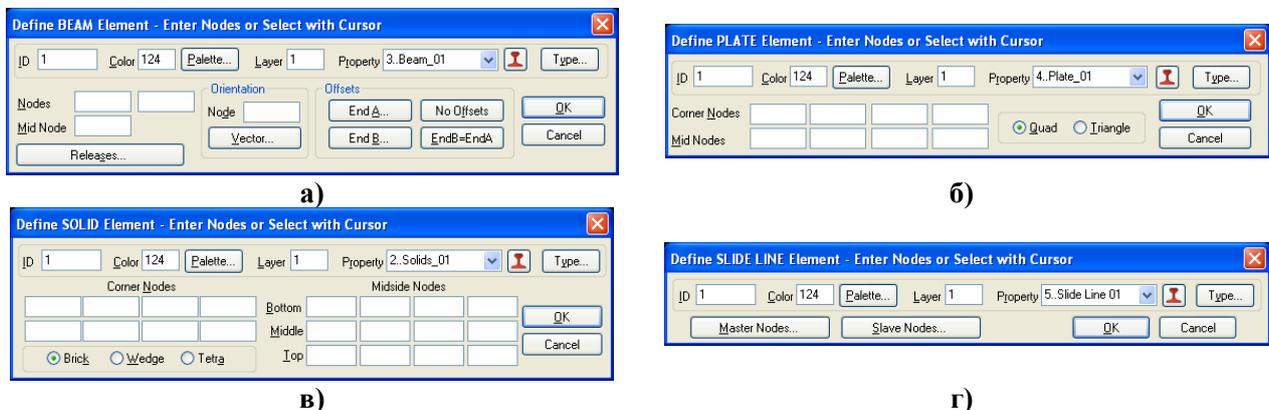

Рис.3.18. Характерный вид диалоговых панелей для создания КЭ на основе узлов
Отдельные КЭ на основе полного набора узлов (или точек) можно создать с помощью команды **Model**→**Element...** Появляется диалоговая панель с характерным началом названия „**Define ...**”. Ее вид соответствует типу КЭ (см. рис.3.18), который можно изменить (кнопка „**Type...**”). На панели можно:
• для одномерных КЭ типов **CURVED TUBE**, **BAR**, **BEAM**, **CURVED BEAM** и **GAP** в секции „**Orientation**” (рис.3.18-а) ввести дополнительный узел (или вектор), определяющий его ориентацию (см. рис.П3.1 в Приложении 3);
• для одномерных КЭ типа **BEAM** и **CURVED BEAM** в секции „**Offset**” (рис.3.18-а) назначить на обоих концах расстояния (рис.П3.1 Приложения 3); кнопкой „**Releases...**” вызвать диалоговую панель „**Define Element Releases**” (рис.3.19-а), где можно запретить некоторые степени свободы узлов на концах КЭ;
• для двумерных КЭ всех типов (рис.3.18-б) и осесимметричного КЭ указать количество угловых узлов: „**Quad**” (четыре) или „**Triangle**” (три); для трехмерного (рис.3.18-в) –
- ввести номера узлов, на основе которых будет создаваться КЭ (рис.3.18), причем для всех типов КЭ, кроме случая, изображенного на рис.3.18-г, если оставить поля с номерами узлов пустыми, то после команды „OK” появится стандартный диалог выбора узлов. **Внимание:** порядок назначения номеров узлов должен соответствовать шаблону нумерации узлов в КЭ (см. Приложение 3);
- для КЭ типа **SLIDE LINE** (см. рис.3.18-г) сформировать наборы *ведущих* (кнопка „Master Node...”) и *ведомых* (кнопка „Slave Node...”) узлов, причем каждый такой набор должен иметь одинаковое количество узлов, а направление обхода – против часовой стрелки. **Внимание:** а) плоскость, в которой расположен этот (плоский) КЭ – только **XY**, поэтому, если нужно, необходимо ввести локальную систему; б) этот КЭ в своей плоскости должен быть „растянут” вдоль *всей возможной поверхности* контакта. Подробнее – в Разделе 8.1;